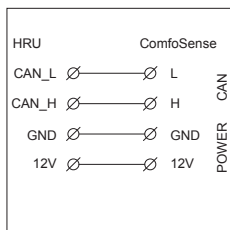

fig 5
4. Enfichez le câble de communication (fig 5) pour connecter l'unité de ventilation et le dispositif.
6. Fixez le dispositif (B) (avec le châssis au design souhaité X et la fenêtre d'ajustement D) avec les vis E sur le châssis A.